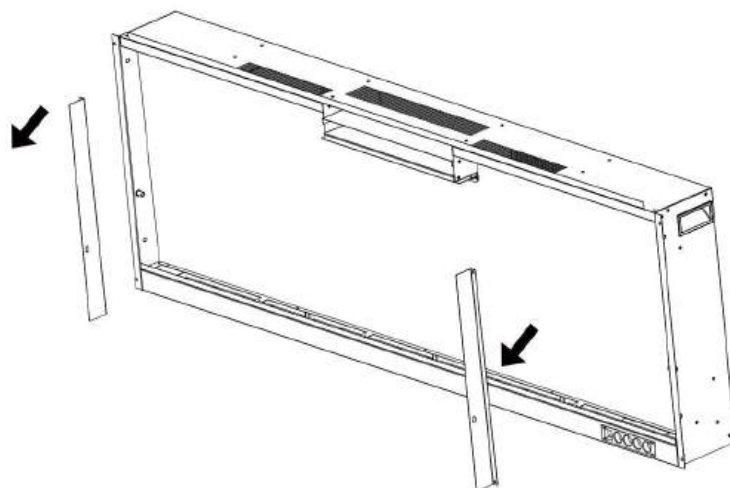

Fig. 2-2
B. Zdejmij dwa wsporniki i odłóż je na bok (**rys. 2-2**).